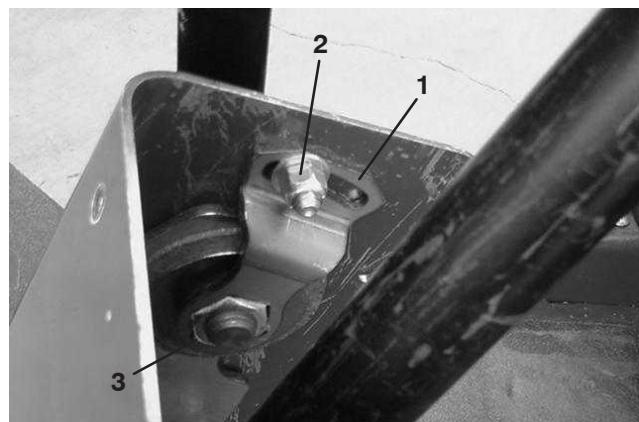

Bild 62
2. Schieben Sie die Abdeckung auf die Lenkwelle, um die Schwenkhalterung freizulegen (Bild 62).
3. Lösen Sie die kleine Mutter, drehen Sie die Schwenkhalterung, bis die große Mutter darunter fest angezogen ist (Bild 62). Ziehen Sie die kleine Mutter wieder an.